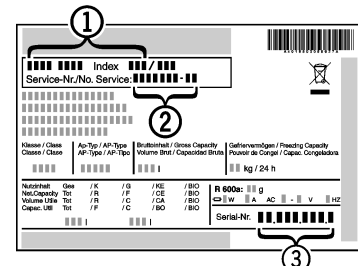

Fig. 16
- Наименование устройства Fig. 16 (1), сервисный № Fig. 16 (2) и серийный № Fig. 16 (3) считайте с заводской таблички. Заводская табличка находится внутри устройства слева.
- Обратитесь в сервисную службу и сообщите вид неисправности, наименование устройства Fig. 16 (1), сервисный № Fig. 16 (2) и серийный № Fig. 16 (3).